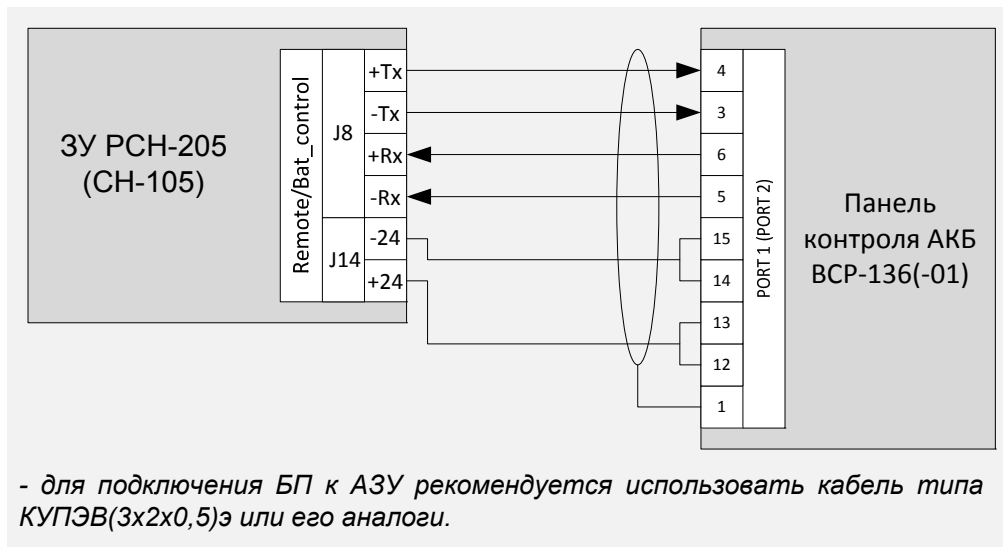
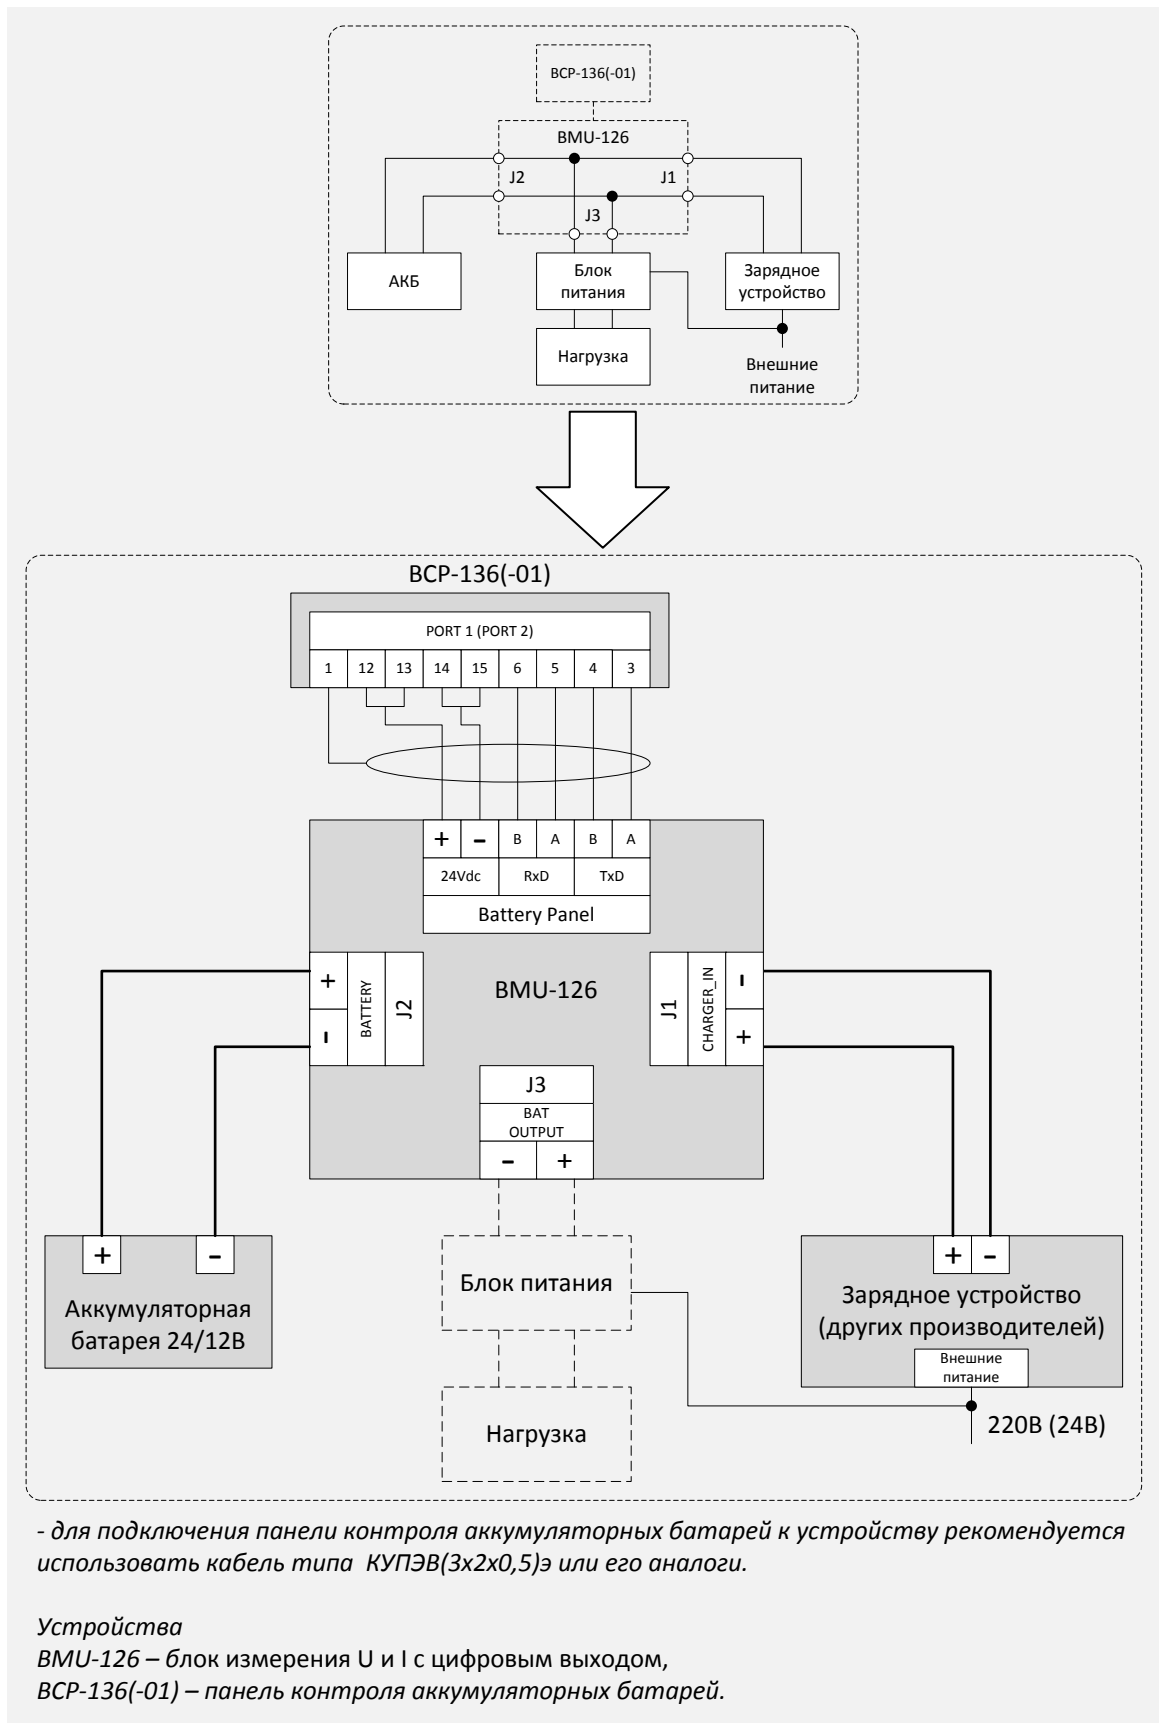

Рисунок 5 Пример подключения устройств РСН-205 (СН-105) по цифровому интерфейсу
Рисунок 7 Пример подключения устройства ВМУ-126 по цифровому интерфейсу
- схему подключения устройств по цифровому интерфейсу смотрите Рисунок 5, Рисунок 7;